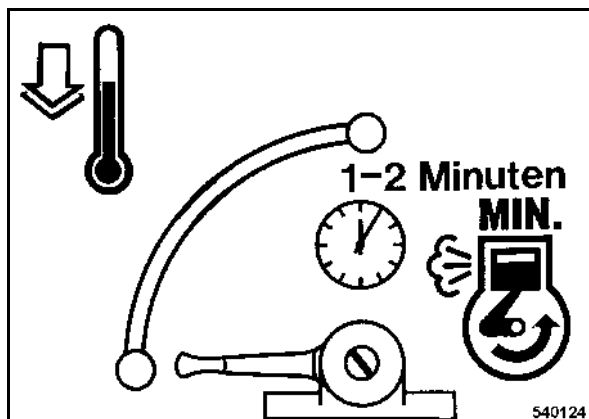

fig. 23
- Déplacer le levier de réglage du régime (fig. 23) sur position ralenti.